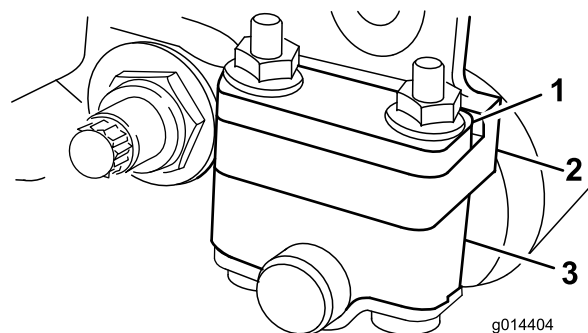
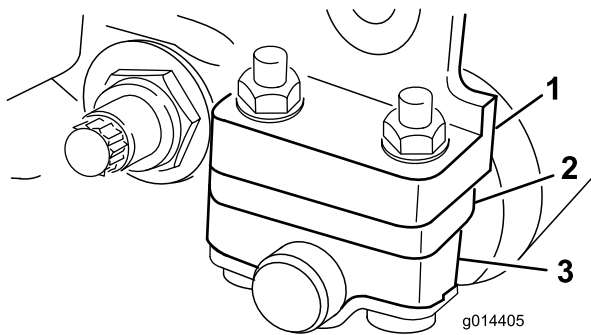

Bild 12
Bild 13
1. Stellen Sie die Heckrollenhalterungen (Bild 12 und Bild 13) auf die obere oder untere Position ein, abhängig von dem gewünschten Schnitthöhenbereich.
Positionieren Sie das Distanzstück über den Montageflansch der Seitenplatte (Werkseinstellung), wenn der Schnitthöhenbereich zwischen 1,6 mm und 6,4 mm liegen soll (Bild 12).
Positionieren Sie das Distanzstück unter den Montageflansch der Seitenplatte, wenn der Schnitthöhenbereich zwischen 3,2 mm und 25 mm liegen soll (Bild 13).